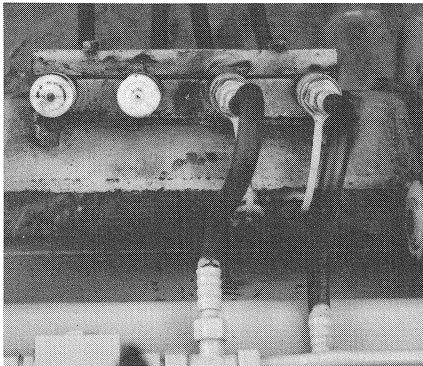

Bild 25
- (5) Schläuche von der Schaufel mit den Schnellkupplungen im Schaufelarm verbinden (Bild 25). Auf Farbmarkierung achten.
(5) Connect the hoses of the bucket with the rapid action couplings in the shovel arm (Fig. 25). Pay attention to colour marking.
(5) Raccorder les tuyaux souples du godet aux accouplements rapides du bras (fig. 25). Faire attention aux marquages colorés,